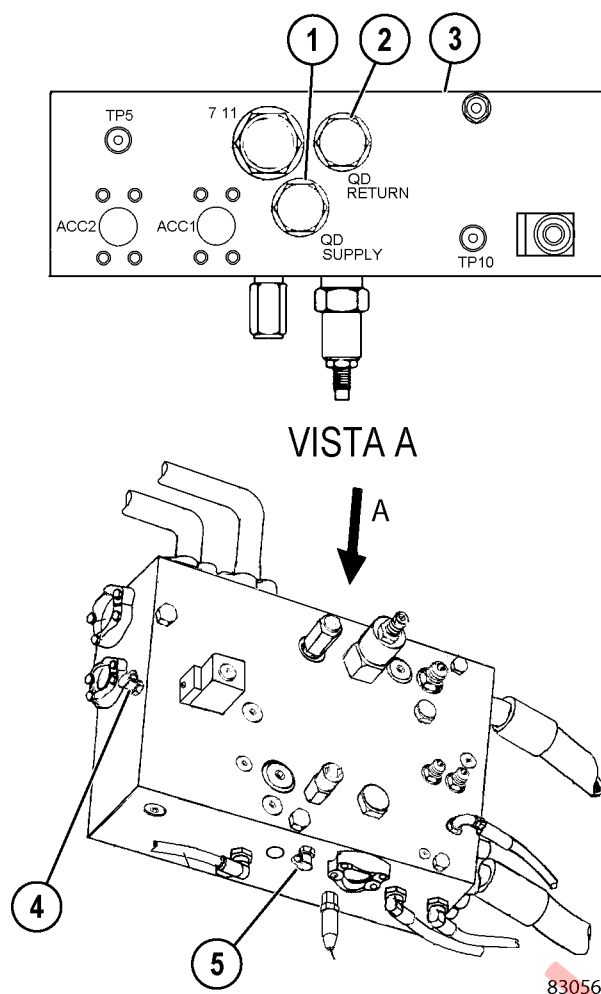

FIGURA 10-1. MÚLTIPLE DE PURGA
- Puerto de prueba de presión "TP3" (4, Figura 10-1) en el múltiple de purga - 35 000 kPa (5000 psi).
8. Asegúrese de que el manómetro conectado a "TP3" registre 0 kPa (0 psi) antes de retirar los tapones (1 y 2, Figura 10-1). Retire los tapones (1 y 2) del múltiple de purga. Conecte el conjunto de manguera puente (XB5777) entre el puerto "QD supply" (alimentación QD) y el puerto "QD return" (retorno QD) en el múltiple de purga. Apriete todas las conexiones firmemente antes de aplicar presión.
26. Revise el manómetro conectado al puerto "TP3" en el múltiple de purga. Si todavía hay presión en el sistema, el proceso de purga no se completó. Localice y repare el problema. Si la presión es 0 kPa (0 psi), retire la manguera puente y los acoples instalados en el múltiple de purga. Instale los dos tapones (1 y 2, Figura 10-1) que se retiraron anteriormente en el múltiple de purga.